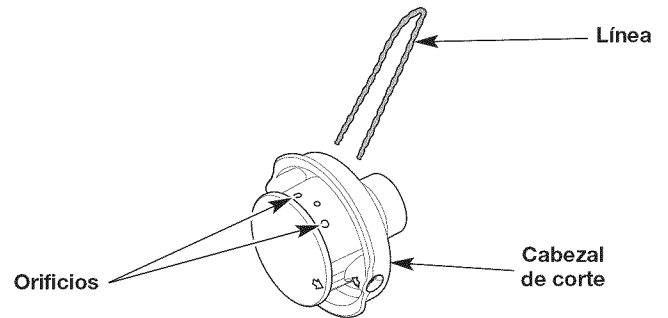
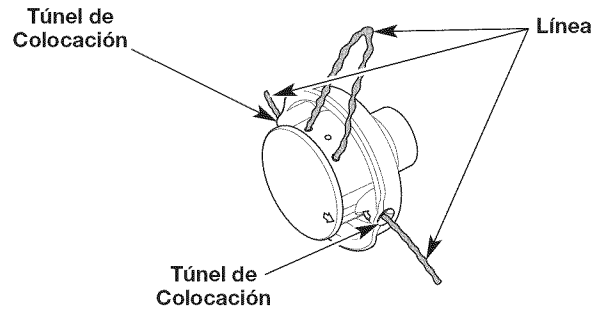

Fig. 18
Fig. 19
3. Inserte los extremos del nuevo hilo de recorte dentro de los orificios del cabezal de corte (Fig. 18). Empuje el hilo a través de los orificios hasta que ambos extremos sobresalgan de los conductos de posicionamiento (Fig. 19).